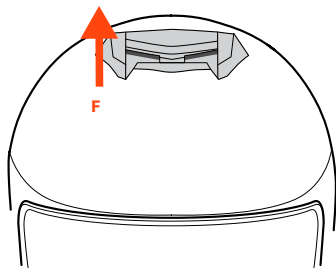

FIGURA 6
- Figura 6: presa d'aria completamente aperta.